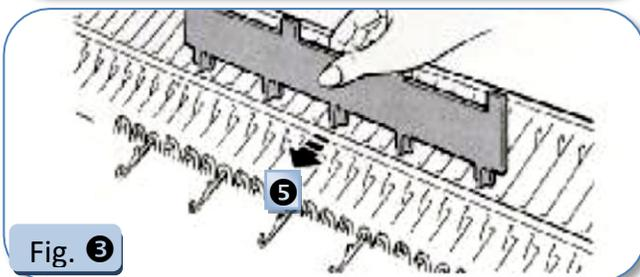

Fig. 3
5. En comptant à partir de l'aiguille de l'extrémité gauche, pousser la 3^{ième} aiguille, puis **1 aiguille sur 4** en position « D », et répéter les étapes 3 - 4. (Fig. 3).